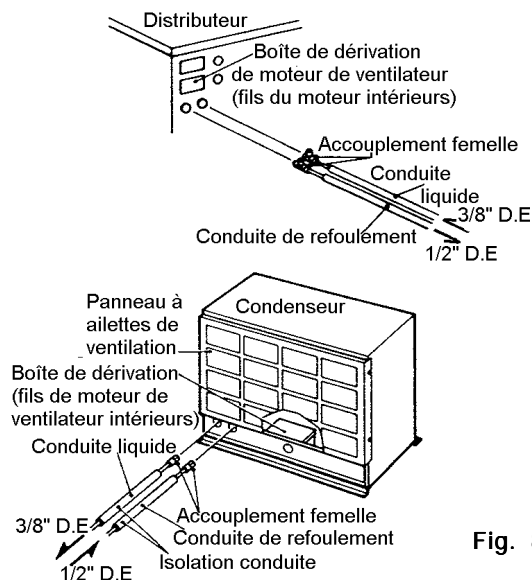

Fig. 8
- 3) Installez une longueur suffisante des deux tubes en cuivre entre le distributeur et le condenseur. Les tubes pré-chargés ont des accouplements Aéroquip montés. Évitez les boucles excessives pour éliminer les pièges d'huile ou le pliage des tubes. Les deux tubes doivent toujours être isolés séparément. (Voir Fig. 8).